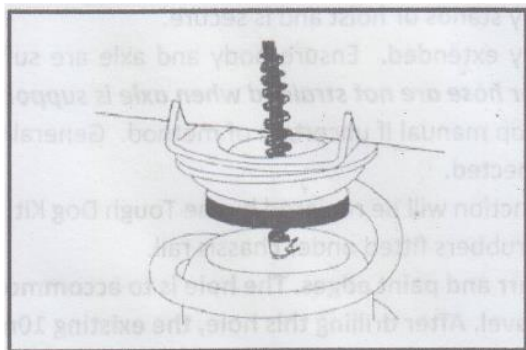

Рис. 4: Положение воздухопровода
11. Наденьте на шланг защитную разрезную трубку и проложите шланг через отверстие в верхнем гнезде пружины, которое было изменено на шаге 5, а затем установите пружину на место (рис. 4).